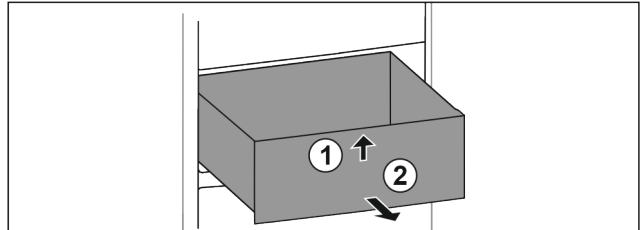

Fig. 75
- ▶ Підняти висувний ящик спереду. Fig. 75 (1)
- ▶ Вийняти висувний ящик рухом вперед. Fig. 75 (2)